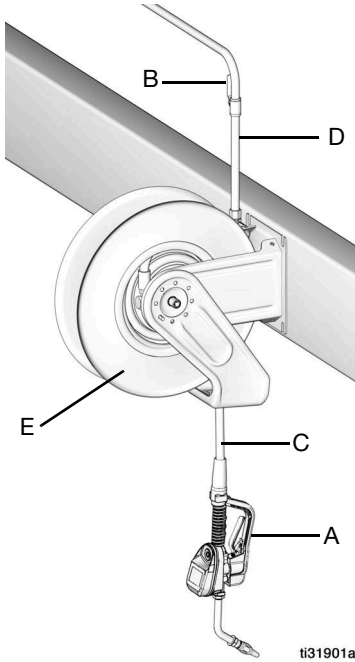

FIG. 6
L'installation type illustrée à la FIG. 6 ne constitue qu'une indication. Il ne s'agit pas du schéma d'un système complet. Contacter votre distributeur Graco pour concevoir un système adapté à vos besoins.
2. Fermer la vanne d'arrêt (B, voir FIG. 6, page 9).
1. Fermer la vanne d'arrêt de fluide (B, voir FIG. 6, page 9) à chaque point de distribution.
4. Ouvrir lentement la vanne d'arrêt de fluide (B) au point de distribution. Rincer avec une quantité suffisante d'huile de sorte que tout le système soit propre ; puis fermer la vanne.